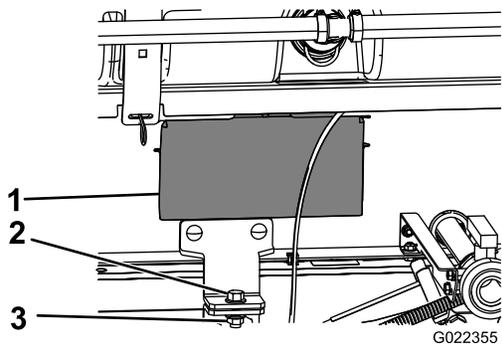

Figure 13
12. Utilisez les panneaux d'accès de chaque côté du patin pour vérifier qu'aucun flexible ou câble n'est coincé (Figure 13).
15. Fixez chaque patin de cuve au cadre avec un boulon (1/2" x 1 1/2") et un contre-écrou (1/2"), comme montré à la Figure 13.